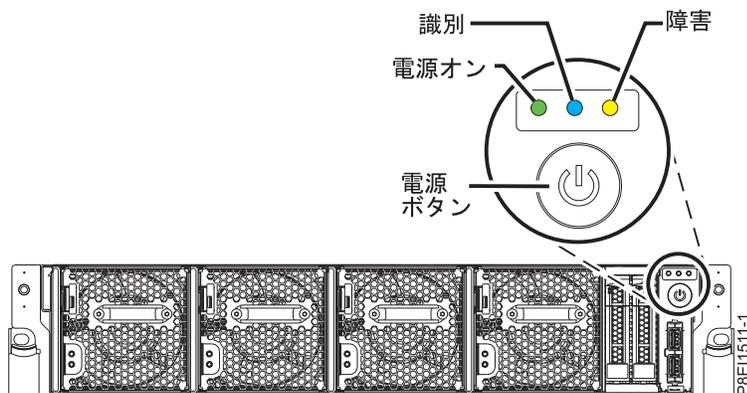

図 218. 電源ボタン
- 電源オン LED (205 ページの図 218 を参照) が明滅している。ライトが明滅している場合、装置にスタンバイ電源が供給されていることを示します。
3. 205 ページの図 218 に示す電源ボタンを押します。パワーオン表示ライトが明滅を停止して点灯したままになり、システムの電源がオンになったことを示します。システムの冷却ファンが高速で作動し、約 30 秒後に運転速度に戻ります。